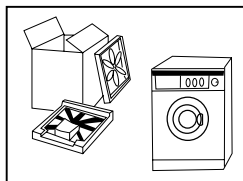

图 1
- 拆除全部外包装组件（包括泡沫底座），以免使用时产生震动，如图1所示：